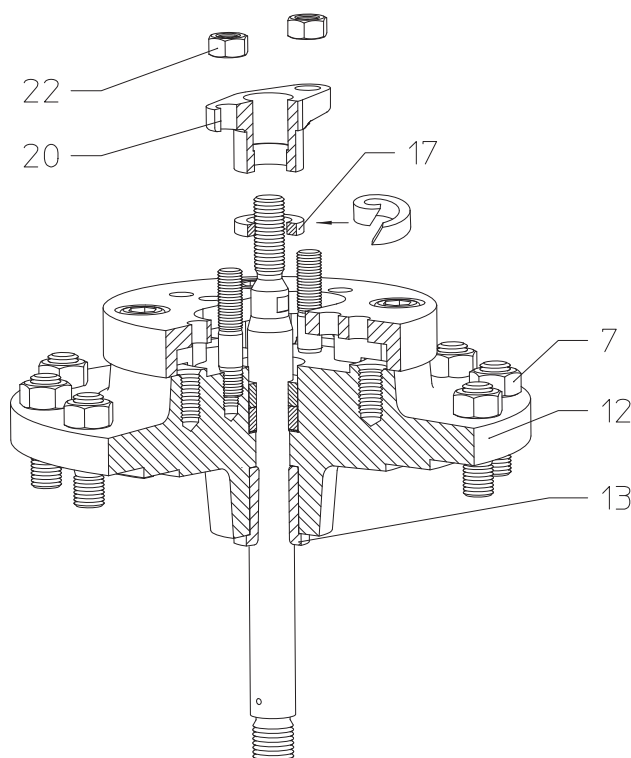

Fig. 8: Junta prensaestopas
- Colocar un nuevo anillo de empaquetadura (pos. 17), montaje según Fig. 8.